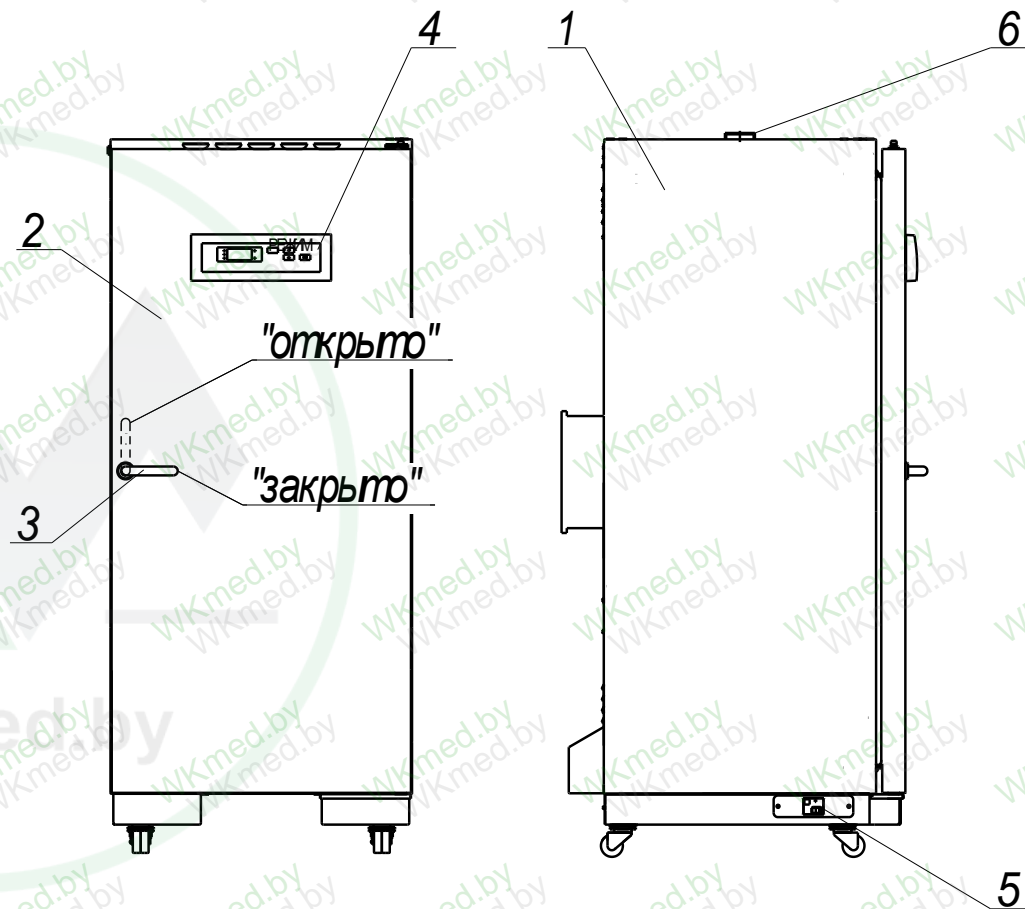
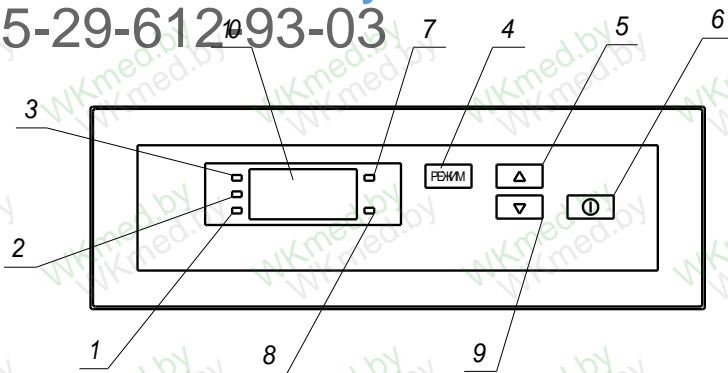

Рис. 1 Стерилизатор ГП-320-01
Рис. 2 Расположение органов управления на блоке управления:
Управление процессом стерилизации осуществляется с панели блока управления (см. рисунок 2). Датчик температуры, подключенный к плате управления и индикации, размещён внутри стерилизационной камеры. Датчик реле температуры, предназначенный для защиты медицинских изделий от перегрева при неисправностях в электрической схеме, размещен с внешней стороны камеры.
Установить выключатель (поз.5, рис.1) в положение " I ". На блоке управления загорится индикатор (поз.7, рис. 2), показывающий текущую температуру в стерилизационной камере.
Для выбора программы стерилизации нажать на поле "РЕЖИМ" (поз. 4, рис. 2) и выбрать нужную программу путем нажатия на одно из полей "Δ", "∇" (поз. 5, 9, рис. 2).
Для запуска выбранной программы кратковременно (не более 2 сек) нажать на поле "Ⓛ" (поз. 6, рис. 2). Стерилизатор перейдет в фазу «ПОДГОТОВКА». Информационное табло индицирует изменение температуры в камере. Происходит нагрев до установленного значения температуры.
При достижении заданной температуры стерилизатор переходит в фазу «СТЕРИЛИЗАЦИЯ». Включается светодиодный индикатор "СТЕРИЛИЗАЦИЯ" (поз. 3, рис. 2), информационное табло попеременно индицирует время выдержки и текущую температуру в камере. Происходит выдержка при заданной температуре, по истечении которой стерилизатор переходит в фазу «ОХЛАЖДЕНИЕ».
В фазе «ОХЛАЖДЕНИЕ» индикатор продолжает показывать изменение температуры в камере и горит индикатор "ОХЛАЖДЕНИЕ" (поз. 2, рис. 2). Температура в камере падает. При понижении температуры до 75 °С гаснет индикатор "ОХЛАЖДЕНИЕ", загорается индикатор "ВЫГРУЗКА" (поз. 1, рис. 2) и звучит прерывистый звуковой сигнал, который выключается через 1 минуту. Цикл стерилизации завершен
При работе стерилизатора в режиме сушки (85 °С) заслонка (поз. 6, рис. 1) на верхней стенке корпуса стерилизатора должна быть открыта на протяжении всего цикла.
Дверь открывается поворотом ручки вверх (см. рис. 1).
2.3.7 В фазе «ОХЛАЖДЕНИЕ» индикатор продолжает показывать изменение температуры в камере и горит индикатор "ОХЛАЖДЕНИЕ" (поз. 2, рис. 2). Температура в камере падает.
2.3.8 При понижении температуры до 75 °С гаснет индикатор "ОХЛАЖДЕНИЕ", загорается индикатор "ВЫГРУЗКА" (поз.1, рис. 2) и звучит прерывистый звуковой сигнал, который выключается через 1 минуту.
При работе стерилизатора в режиме сушки (85 °С) заслонка (поз. 6, рис.1) должна быть открыта на протяжении всего цикла.
2.3.1 Установить выключатель (поз. 5, рис. 1) в положение " I ". На блоке управления загорится индикатор (поз. 7, рис. 2), показывающий текущую температуру в стерилизационной камере.
2.3.2 В алгоритм управляющей программы стерилизатора заложена возможность автоматического запуска прерванной (в результате кратковременного пропадания питающего напряжения) программы. Если после включения произошел автоматический запуск программы, то для ее остановки необходимо нажать на поле "⓪" (поз. 6, рис. 2) и удерживать в течение 3 секунд.
2.3.3 Для выбора программы стерилизации нажать на поле "РЕЖИМ" (поз. 4, рис. 2), на информационном табло попеременно отображаются установленная температура и время выдержки, и выбрать нужную программу путем нажатия на одно из полей "Δ", "∇" (поз. 5, 9, рис. 2). Для выбора доступны четыре предустановленные заводом-изготовителем режима работы, соответствующие требованиям ГОСТ 22649-83 (таблица 1). Эти программы заблокированы от возможности корректировки потребителем.
2.3.5 Для запуска выбранной программы кратковременно (не более 2 сек) нажать на поле "⓪" (поз. 6, рис. 2). При этом включится вентилятор принудительной циркуляции воздуха внутри стерилизационной камеры, и стерилизатор перейдет в фазу «ПОДГОТОВКА». Информационное табло индицирует изменение температуры в камере. Происходит нагрев до установленного значения температуры.
При необходимости запущенную программу можно остановить, нажав на поле "⓪" (поз. 6, рис. 2) и удерживать в течение 3 секунд. Эту остановку можно выполнить в любой фазе стерилизации.
Для входа в режим задачи отложенного старта необходимо нажать кнопку "⓪" (поз. 6, рис. 2) и удерживать в течение 3 секунд. Изменение времени отложенного старта осуществляется кнопками "Δ" и "∇", при этом индикаторы температуры и времени мигают одновременно. Время указывается в минутах. Повторное нажатие кнопки "⓪" (поз. 6, рис. 2) инициализирует запуск режима отложенного старта, выход из режима задачи отложенного старта осуществляется нажатием кнопки "P". В режиме отложенного старта непрерывно горят индикаторы температуры и времени, производится обратный отсчет заданного времени, по истечении которого осуществляется отработка последней выбранной программы. Досрочный выход из режима отложенного старта осуществляется долгим нажатием (более 3 секунд) кнопки "P".
2.3.6 При достижении заданной температуры стерилизатор переходит в фазу «СТЕРИЛИЗАЦИЯ». Включается светодиодный индикатор «СТЕРИЛИЗАЦИЯ» (поз. 3, рис. 2), информационное табло попеременно